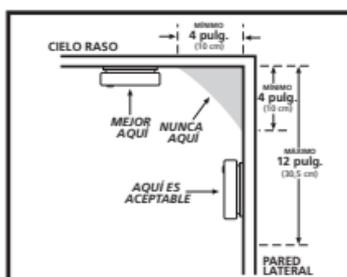
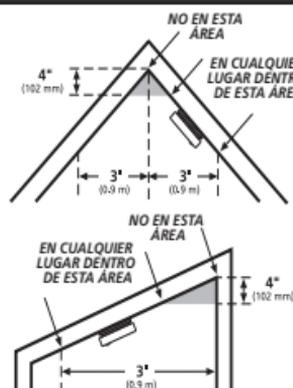

FIGURA 1
FIGURA 2
- Cuando monte una alarma en el techo, colóquela a un mínimo de 4 pulgadas (10 cm) de la pared lateral (consulte la Figura 1).
- Cuando monte la alarma en la pared, utilice una pared interior con el extremo superior de la alarma a un mínimo de 4 pulgadas (10 cm) y a un máximo de 12 pulgadas (30,5 cm) por debajo del techo (consulte la Figura 1).
- En casas que no están bien aisladas, el calor o frío extremos pueden transferirse desde el exterior hacia el interior a través de paredes o techos. Esto puede crear una barrera térmica que puede evitar que el humo llegue a la alarma montada en el techo. Si no está seguro sobre el aislamiento de su casa o si nota que las paredes externas y el techo están calientes o fríos, instale la alarma en una pared interior. En esas casas, coloque la alarma con el extremo superior de la alarma a un mínimo de 4 pulgadas (10 cm) y a un máximo de 12 pulgadas (30,5 cm) por debajo del techo (consulte la Figura 1).
- Instale alarmas de humo en techos con declive, puntiagudos o tipo catedral en o dentro de un rango de 3 pies (91,4 cm) del punto más alto (medido horizontalmente). La NFPA 72 establece que: «Las alarmas de humo en habitaciones con un declive en el techo mayor que 1 pie en 8 pies (30,5 cm en 2,4 m) horizontalmente deberán estar ubicadas en el lado alto de la habitación». La NFPA 72 establece que: «Una hilera de detectores deberá estar espaciada y ubicada dentro de un rango de 3 pies (91,4 cm) de la parte más alta del techo medido horizontalmente» (consulte la Figura 2).
Las casas rodantes modernas han sido diseñadas y fabricadas para que sean energéticamente eficientes. Instale alarmas de humo según se recomendó anteriormente (refiérase a UBICACIONES RECOMENDADAS y a las Figuras 1 y 2). En casas rodantes más viejas que no están bien aisladas comparadas con los estándares actuales, el calor o frío extremos pueden transferirse desde el exterior hacia el interior a través de paredes o techos. Esto puede crear una barrera térmica que puede evitar que el humo llegue a la alarma montada en el techo. En esas unidades, coloque la alarma en una pared interior con el extremo superior de la alarma a un mínimo de 4 pulgadas (10 cm) y a un máximo de 12 pulgadas (30,5 cm) por debajo del techo (consulte la Figura 1). Si no está seguro sobre el aislamiento de su casa rodante o si nota que las paredes externas y el techo están calientes o fríos, instale la alarma en una pared interior. Para una protección mínima, instale por lo menos una alarma cerca de los dormitorios. Para protección adicional, consulte el PLANO PARA UN SOLO PISO en la Figura 2.